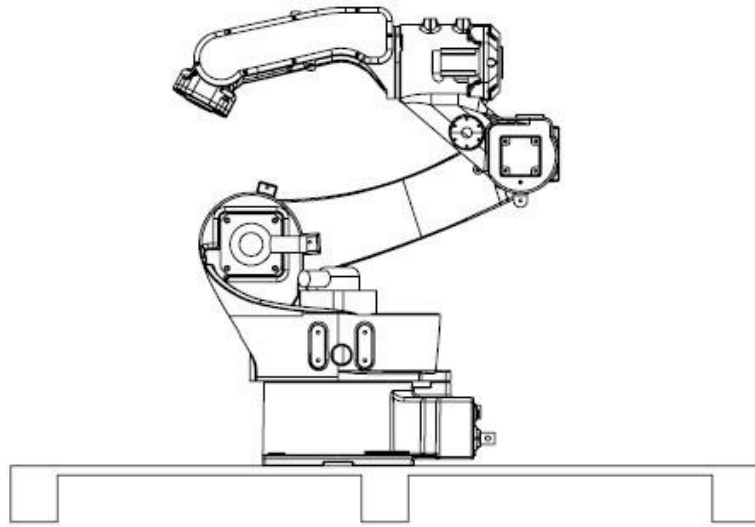

图 3.5 包装展示图
(1) 机器人、电控箱包装方式如图 3.5 所示（防护后，卡板固定包装）。